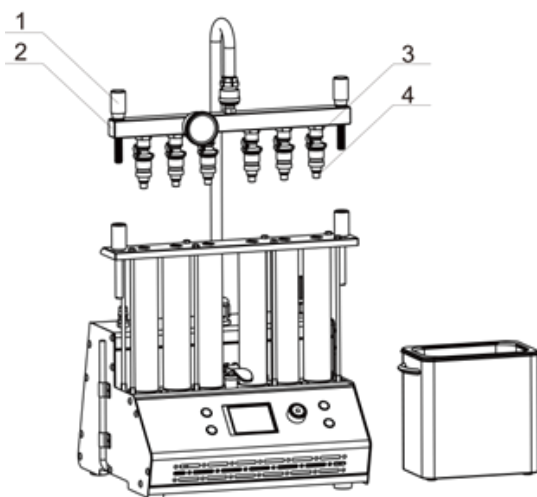

Рис. 5.1
- 3) Отрегулируйте прижим с помощью винтов (1) для крепления топливного распределителя и форсунок к мерным колбам, затяните прижимные винты равномерно с обеих сторон. Схема установки показана на рис. 5.1.